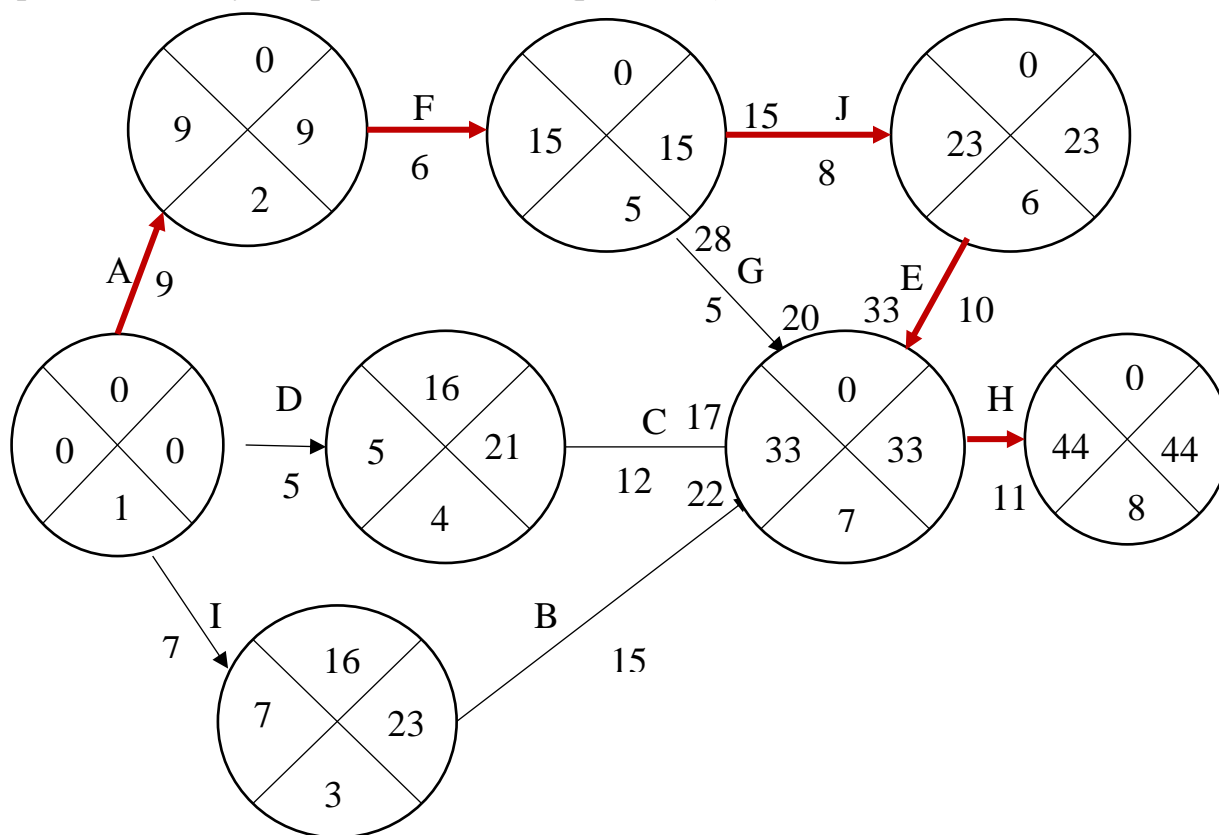

Рис. 5.26. 3-й и 4-й шаги построения сетевой модели
4) В соответствии с полученными значениями резерва времени для события можно определить *работы, лежащие на критическом пути*. Это работы, которые соединяют события с нулевым резервом. Выделим критический путь красным цветом (рис. 5.26).